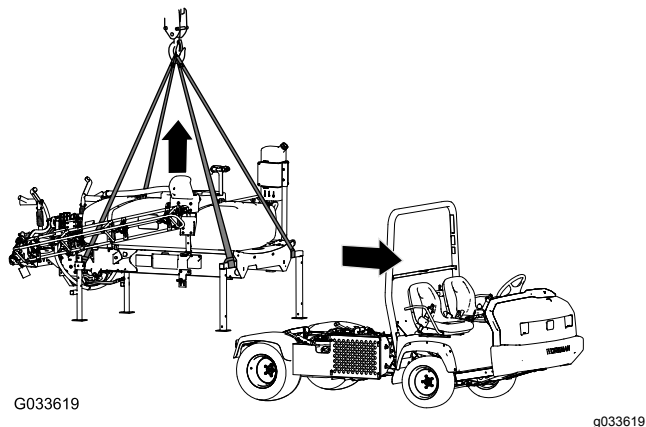

図 132
1. ブームを 45°程度の角度にし、次に、前方に折りたたむ 図 132。
5. 前側ジャッキスタンドの水平チューブと、後側ジャッキスタンドの垂直柱部分にクレーンを接続する 図 132。
7. クレーンでタンクスキッドを吊り上げるスキッドをぶつけないように十分高く吊ること 図 132。